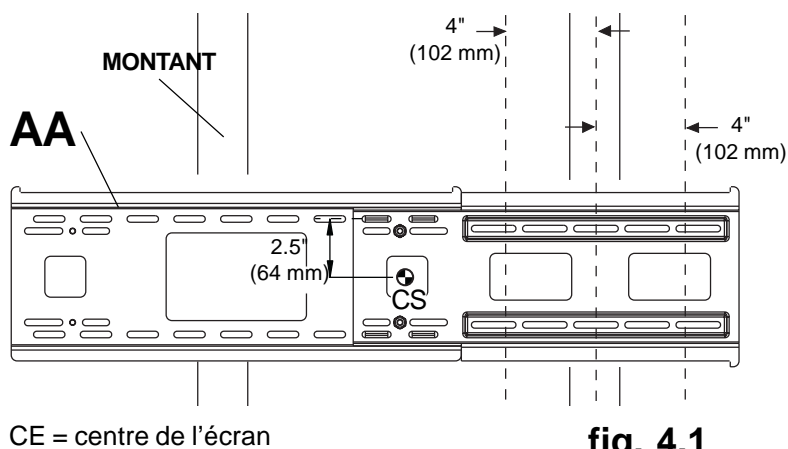
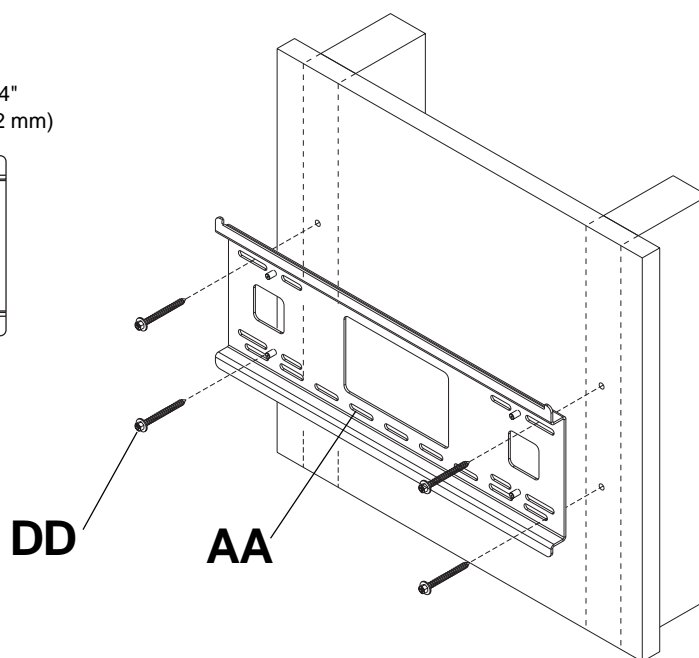

fig. 4.1
fig. 4.2
- 4** La plaque murale (**AA**) peut être installée à deux montants espacés de 16 po. Repérez le bord des montants à l'aide d'un localisateur de montants. L'utilisation d'un localisateur de montants « bord à bord » est fortement recommandée. Après avoir repéré les bords, tracez une ligne verticale le long du centre de chaque montant. Posez la plaque murale sur le mur et utilisez-la comme gabarit. Les fentes de montage supérieures doivent être situées à 2,5 au-dessus de l'endroit souhaité pour le centre de l'écran comme illustré à la figure 4.1. Mettez la plaque à niveau et marquez le centre des quatre trous de fixation. Veillez à ce que les trous de fixation soient sur la ligne médiane du montant. Percez quatre trous de 5/32 po (4 mm) de dia. et de 2-1/2 po (65 mm) de profondeur. Veillez à ce que la plaque murale soit de niveau et fixez-la à l'aide de quatre vis à bois de 14 x 2,5 po (**DD**) comme illustré à la figure 4.2.
REMARQUE : La plaque murale peut être décentrée de jusqu'à 4 po (102 mm) comme illustré à la figure 4.1.
4 Assurez-vous que la plaque murale (AA) est de niveau et utilisez-la comme gabarit pour marquer l'emplacement des quatre trous de fixation. Les fentes de montage supérieures doivent être situées à 2,5 po au-dessus de l'endroit souhaité pour le centre de l'écran comme illustré à la figure 4.1 en page 30. Percez quatre 1/4" trous de 1/4 po (6 mm) de dia. à une profondeur minimale de 2,5 po (64 mm). Insérez les chevilles d'ancrage (EE) dans les trous au ras du mur comme illustré (à droite). Posez la plaque murale sur les chevilles d'ancrage et attachez-la à l'aide de vis #14 x 2.5 po (DD). Assurez-vous qu'elle est de niveau, puis serrez toutes les fixations.